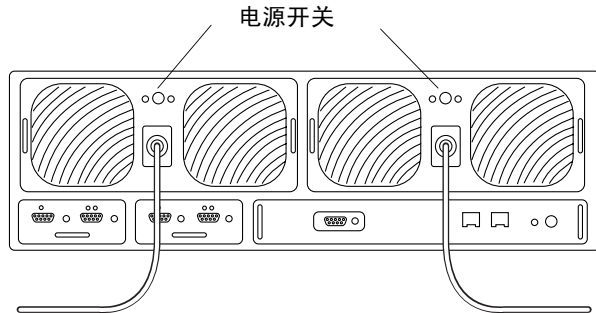

图 5-5 连接电源和冷却装置的电源线
1. 按下电源开关，切断电源和冷却装置的电源（图 5-5）。
3. 挤压电源和冷却装置连接器两侧并将其拔出，从而断开电源和冷却装置的电源线（图 5-5）。